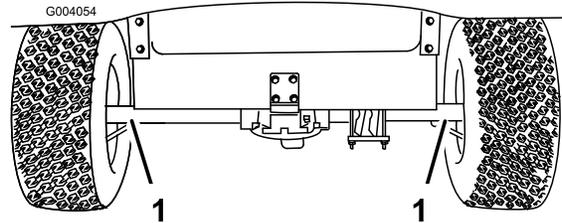
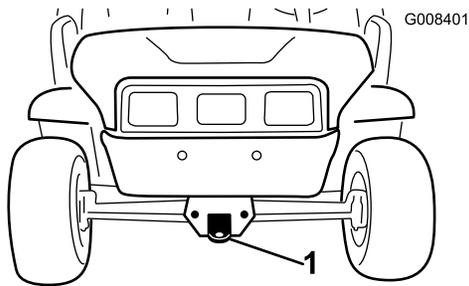

Bild 21
Bild 22
Benutzen Sie einen Anhänger, um die Maschine über längere Strecken zu transportieren. Stellen Sie sicher, dass die Maschine auf dem Anhänger befestigt ist. Beachten Sie für die Position der Vergurtungsstellen die Bilder Bild 21 und Bild 22.
2. Befestigen Sie ein Schleppkabel an der Lasche vorne am Rahmen (Bild 22).